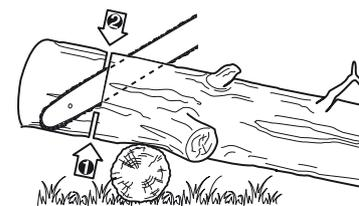

Fig. 41
- > Si le tronc est soutenu à une extrémité (Fig. 41), couper 1/3 du diamètre du bas vers le haut (underbuck). Terminer enfin la coupe en tronçonnant pour rejoindre la première coupe.